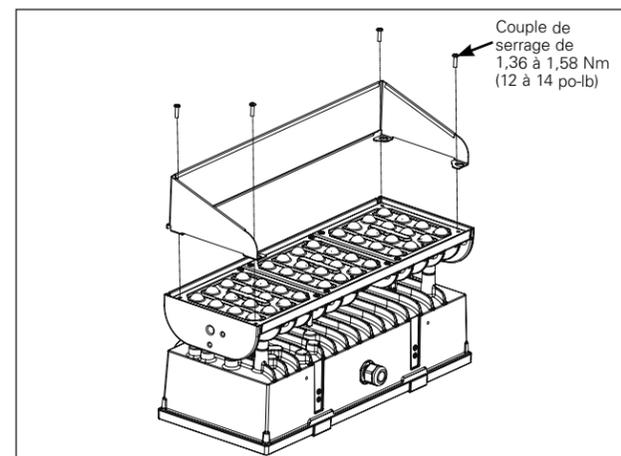

Figure 12.
Visière (figure 12)
1. Desserrez et retirez les quatre (4) vis n° 8-32 de coin sur la face du luminaire (fig. 12) et conservez-les.
2. Alignez la visière sur le dessus des pinces de lentille avec les quatre (4) trous existants.
3. Utilisez les quatre (4) vis n° 8-32 existantes pour fixer la visière.